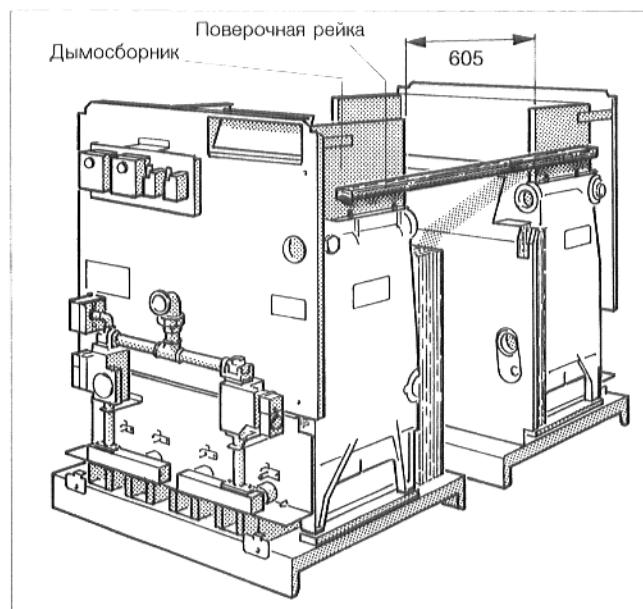

Рис. 3. Установка котельных блоков
- Установить второй котельный блок и произвести выверку по первому котльному блоку, при помощи поверочной рейки, которая прикладывается сбоку у сборного канала (рис. 3).